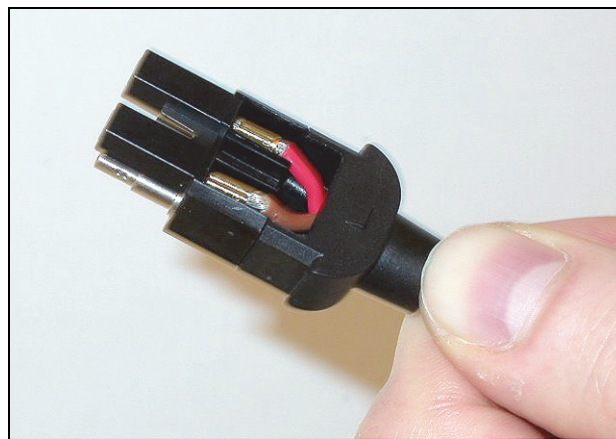

figura 30.34: Unidade bloco de montagem/alojamento traseiro
- 29 Coloque o bloco de montagem no alojamento traseiro (consulte a figura 30.34).